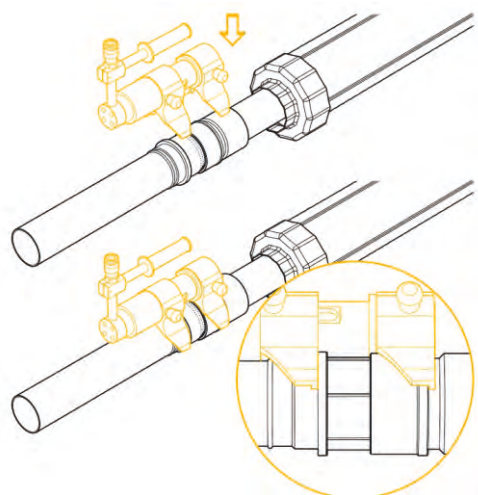

Рис. 5.7.10
8. Установить гидравлический инструмент таким образом, чтобы подвижная и опорная губки тисков вошли в сцепление с буртами на гильзе надвигной и втулке пресс-фитинга (рис. 5.7.10).